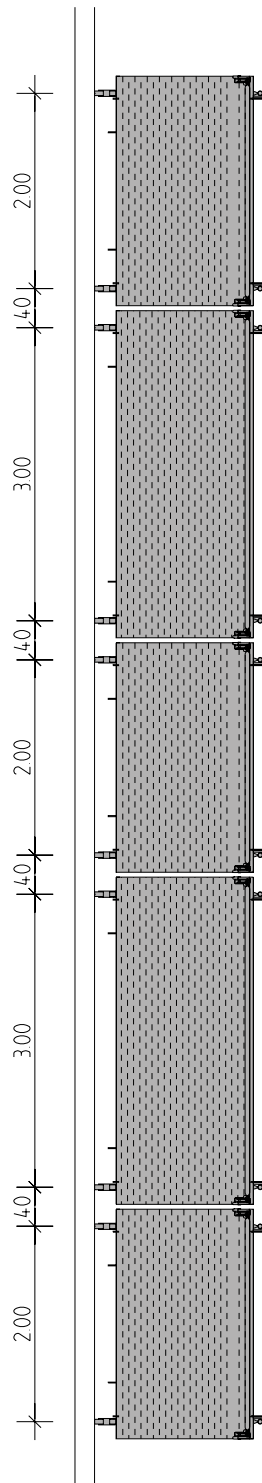

Abb. 16.1
a) Bühne an Bühne (3,40 und 2,40 m gemischt) zul. Belastung nach DIN 4420 Gerüstgruppe 4 (300 kg/m², Abb. 16.1).